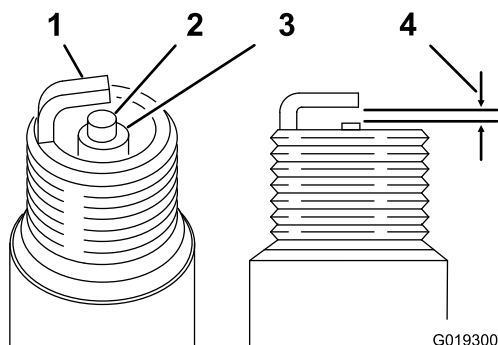

Рисунок 34
3. Установите зазор в пределах от 0,6 до 0,7 мм, как показано на Рисунок 34. Установите свечу зажигания с правильным зазором и надежно затяните ее с моментом 23 Н·м.